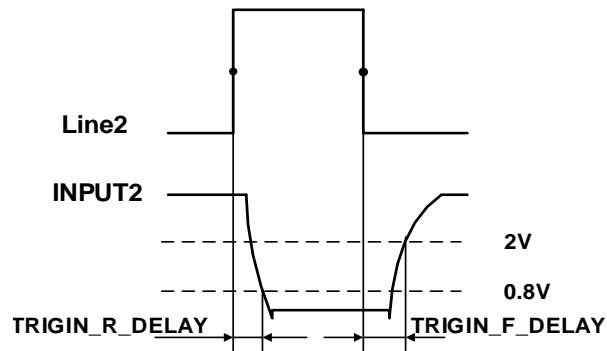

图 7-9 Line2 配置为输入引脚时电路延时参数
- 输入上升沿延时： $<2\mu\text{s}$  (0°C~45°C)，参数说明见图 7-9
- 输入下降沿延时:  $<2\mu\text{s}$  ( $0^{\circ}\text{C}\sim 45^{\circ}\text{C}$ ), 参数说明见图 7-9